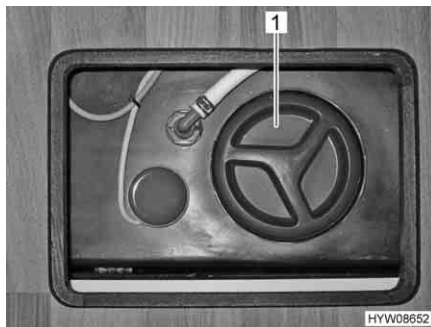

Fig. 223 Apertura per la pulizia (serbatoio delle acque grigie)
**Ubicazione** Il serbatoio delle acque grigie si trova nel gradino del letto in coda (Fig. 223). All'apertura per la pulizia si accede dallo sportello del pavimento.
- A questo scopo aprire l'apertura per la pulizia (Fig. 223,1) per il serbatoio delle acque grigie e il rubinetto di scarico.